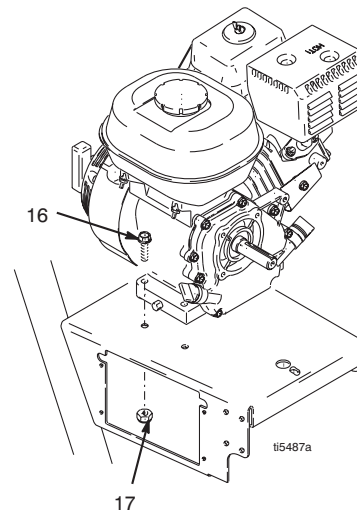

FIG. 13
3. FIG. 13. Fjern de to låsemøtrikker (17) og skruer (16) fra bunden af motoren.
2. FIG. 13. Isæt de to skruer (16) i bunden af motoren, og fastgør med låsemøtrikker (17). Tilspænd med et moment på 22,6 Nm.
1. Fig. 13. Fjern de to skruer (71), og sving dækslet (130a) ned.